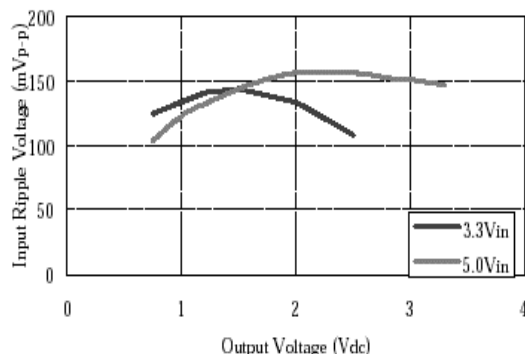

図6 Input voltage ripple VS Output voltage
入力電圧リップルを小さくする為、入力に付加するコンデンサ (C_{in}) は低ESRのポリマー又はセラミックコンデンサを勧めます。入力に付加コンデンサを実装した場合のInput Ripple Voltage (mVp-p) データを図 6 ~ 8 に示します。
- 1、 2 $\times$ 100 μF タンタルコン / / 47 μF セラコン $I_{out}=6A$. . . 図 6